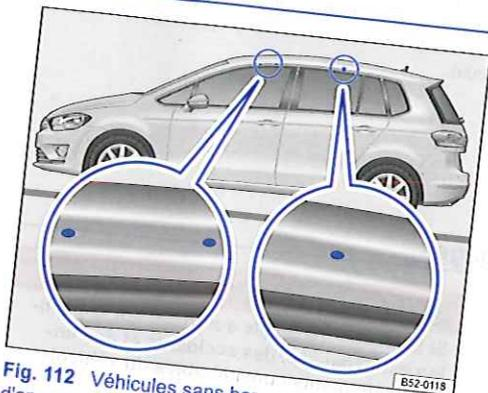
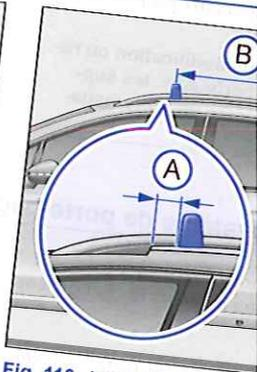

Fig. 112 Véhicules sans barres de toit : points d'ancrage des supports de base
Fig. 113 Véhicules avec barres porteuses
Les alésages et les repères de fixation se trouvent sur les faces inférieures des hauts de caisse et sont uniquement visibles lorsque la porte est ouverte  $\Rightarrow$  fig. 112.
- Montez toujours correctement les supports de base et les barres porteuses. Vérifiez à cet effet les écarts indiqués  $\Rightarrow$  fig. 112 ou  $\Rightarrow$  fig. 113.